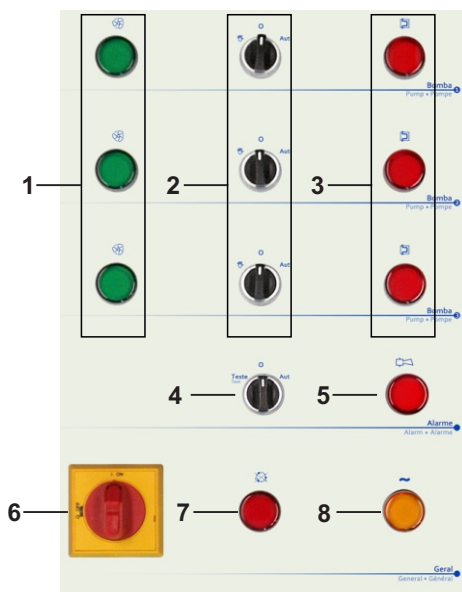

Fig.2
- 6 - lancer la première pompe en positionnement brièvement la touche en mode manuel (Fig. 2 - n° 2).
- 10 - Préparer le surpresseur pour le fonctionnement automatique, touches de commande de positionnement pour la position par défaut (Fig. 2 - n°2).